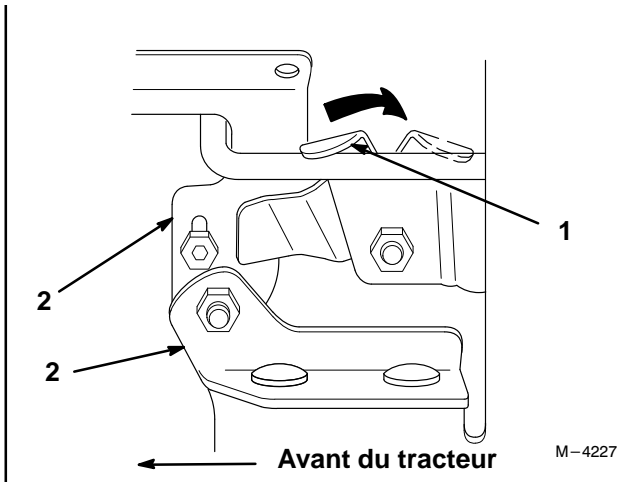

Figure 2
1. Repousser le loquet vers l'arrière en commençant à descendre le capot (Fig. 2).